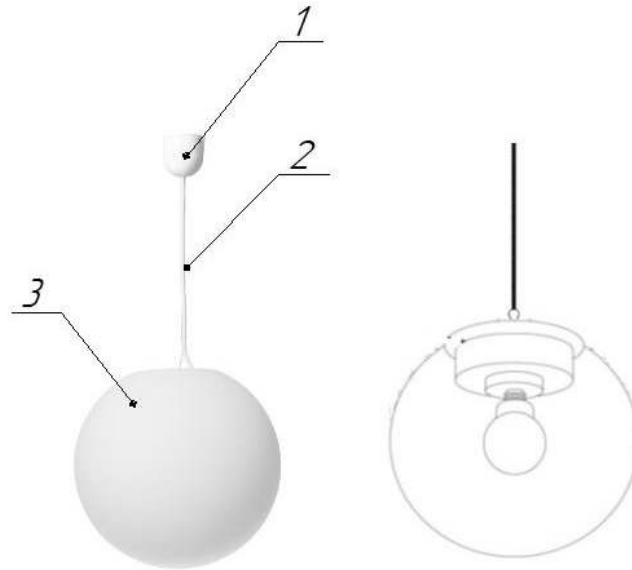

Рисунок 1 - Светильники серии ДСО314 Ball
3.1 Общий вид светильников приведен в приложении А рисунок 1.